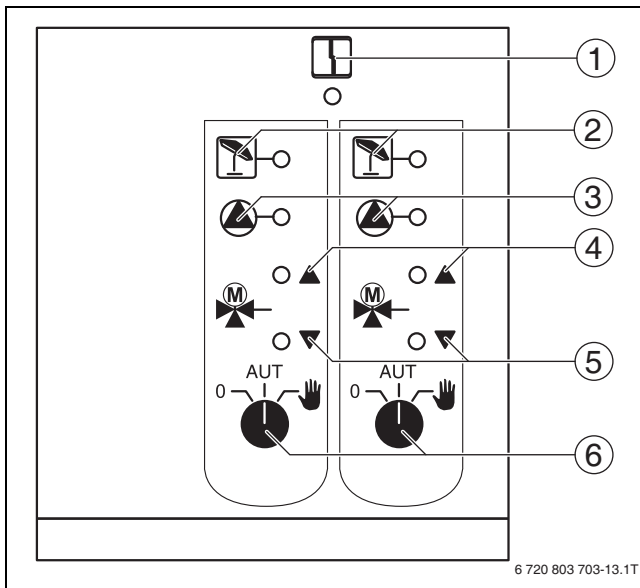

Рис. 12 FM442
**0 и Рука** являются особыми положениями переключателя отопительного контура (→ рис. 12, [6]), которые разрешается устанавливать только специалистам сервисной фирмы.